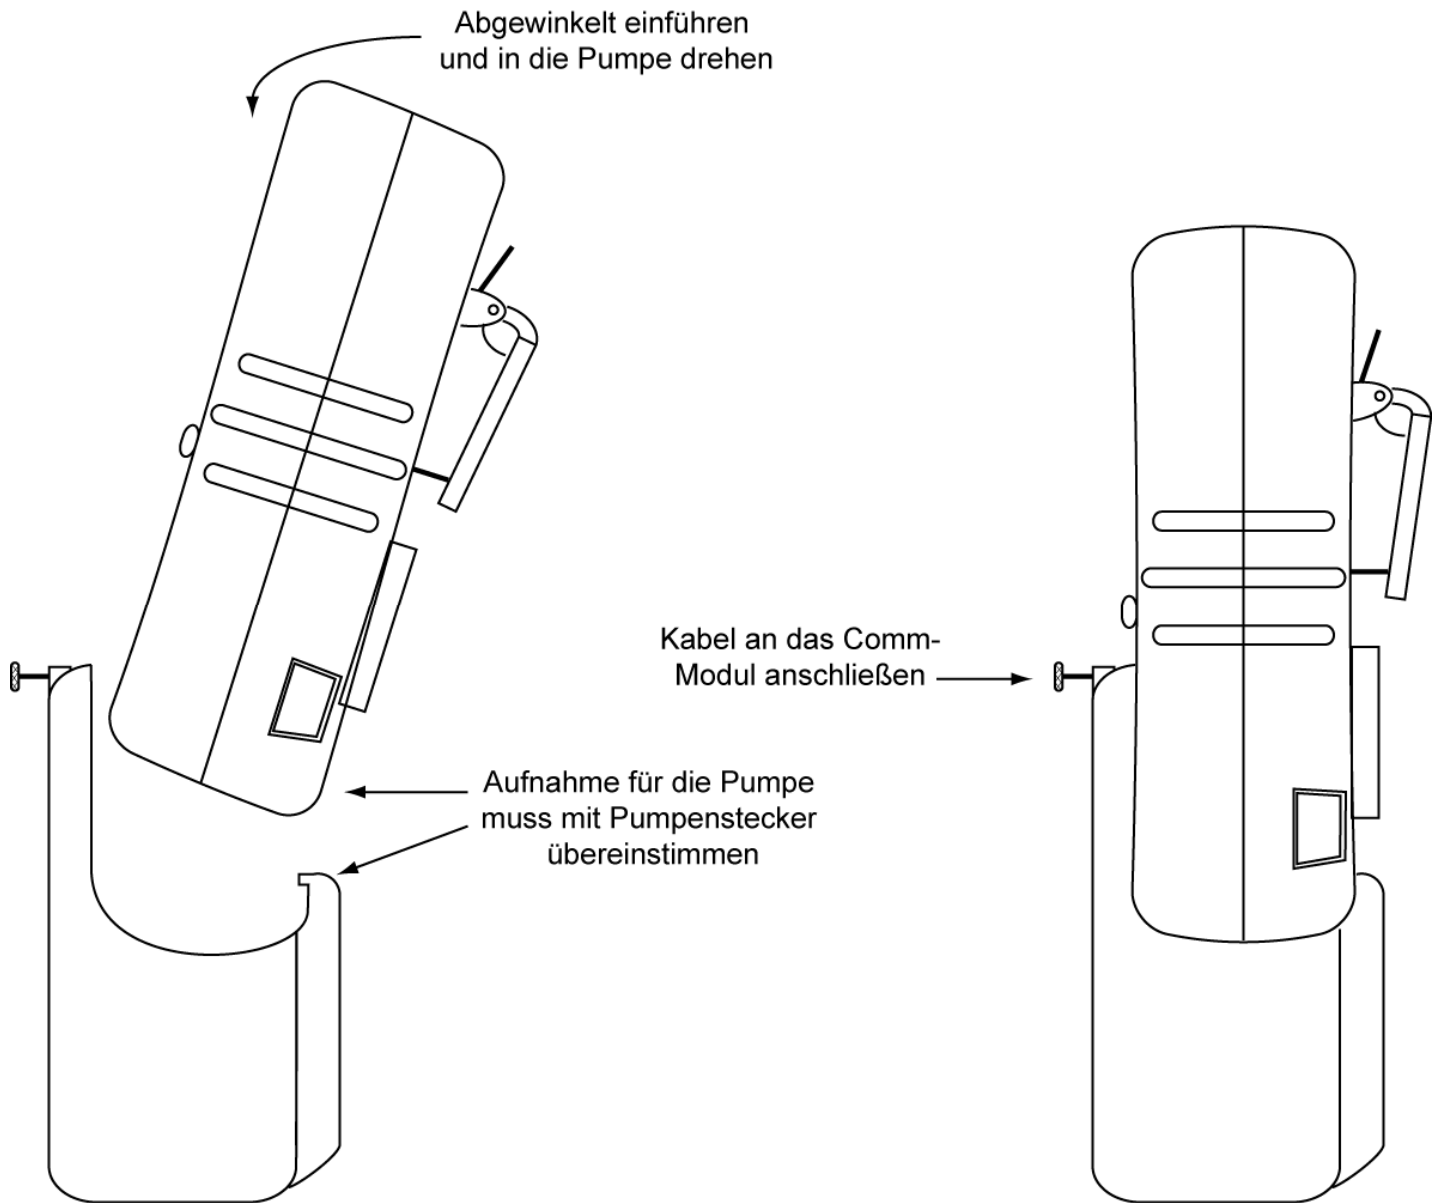

Abbildung4-7. Pumpeninstallation.
- 1) Schließen Sie die Pumpe an, indem Sie diese im Winkel zur Pumpenrückseite in die Pumpenaufnahme des Monitors einführen. Drehen Sie die Pumpe nach vorne bis die Pumpe fest im Monitor sitzt. Schrauben Sie die Pumpenbefestigungsschraube in das Gewindeloch an der Vorderseite des Monitors. Siehe Abbildung 4-7.